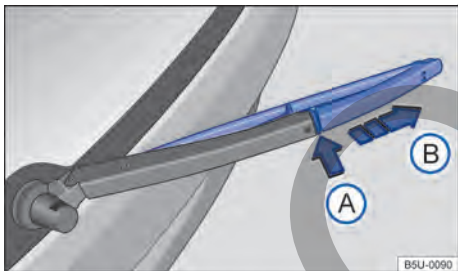

Fig. 158 Sustituir la escobilla del limpiapuneta.
- Mantener presionada la tecla de desbloqueo → fig. 158 (A).
- Retirar la escobilla del limpiapuneta en el sentido de la flecha (B).